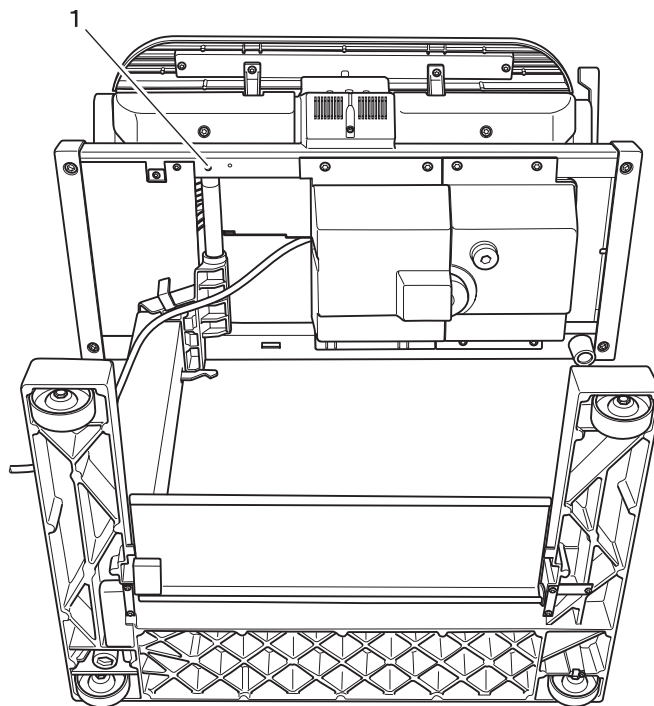

Fig. 18
- Die Schraube 1 herausdrehen (Fig. 18).
- Den Schwenkarm mit dem Maschinenfuß kpl. einsetzen (Fig. 18).